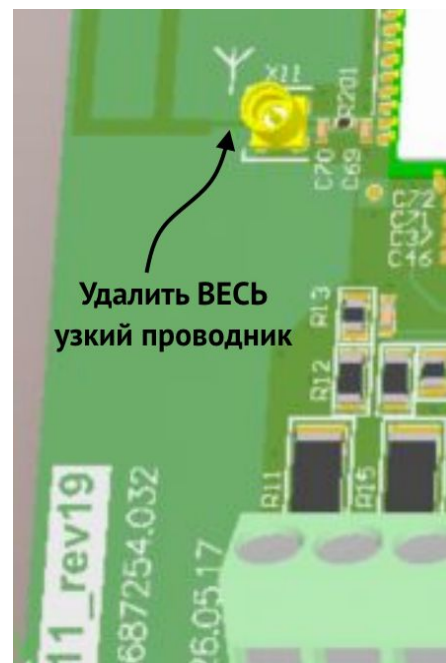

Рисунок 6. Подготовка платы ревизии 19 для подключения внешней антенны
- На плате ППКОП реvisions 19 острым ножом удалить **весь узкий проводник**, расположенный **ПОСЛЕ** разъема внешней антенны **X11** (после него начинается широкая встроенная антенна, рисунок 6);